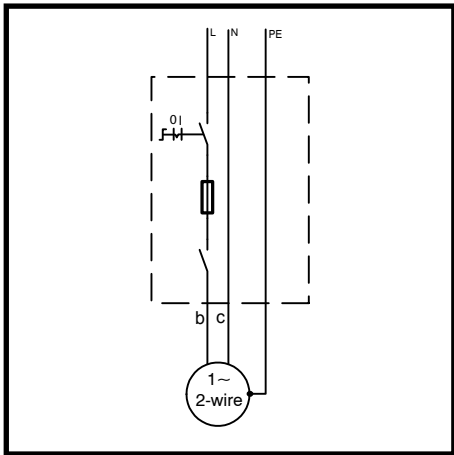

Fig.: 16
2. Conexão de aço inoxidável especial com 2 fios (Fig.: 16)